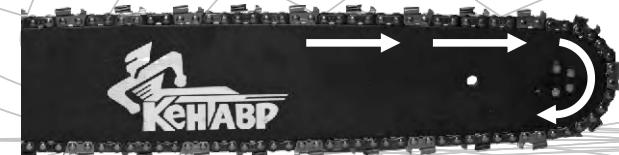

Рис. 7
6. Ведомую звездочку вставьте в ведущую звездочку, расположенную на носке шины. Обратите внимание на правильное направление движения цепи (см. рис. 7).